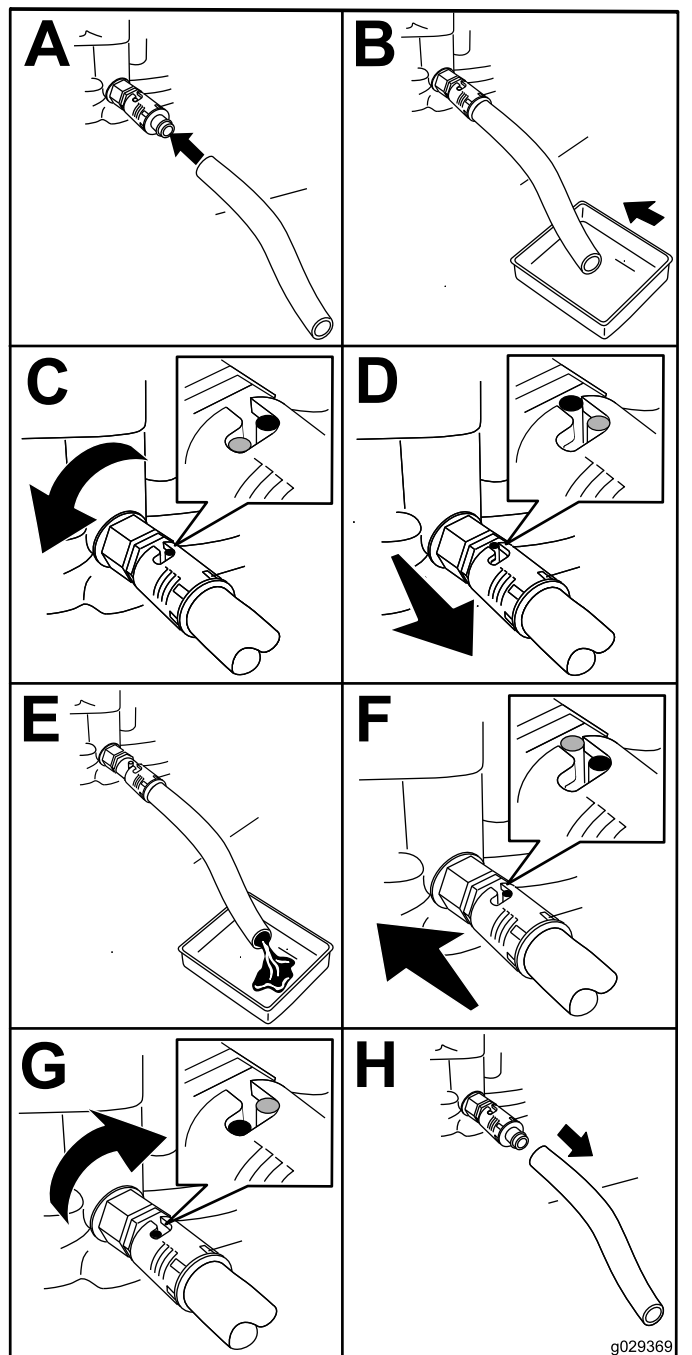

Figura 22
2. Spurgate l'olio dal motore (Figura 22).